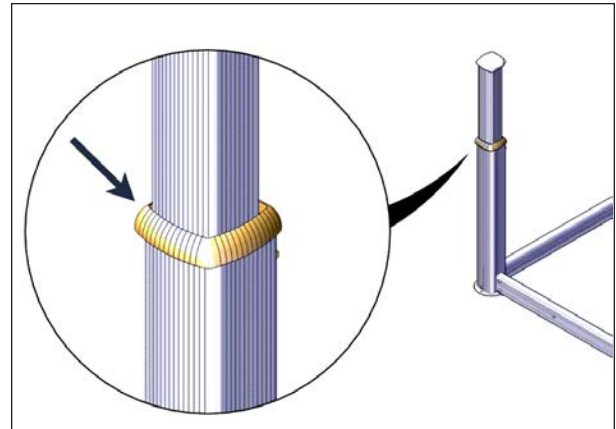

FIGURE 45: INSTALLATION DU BOURRELET D'ÉTANCHÉITÉ
22. Installer le boudin d'étanchéité sur chaque colonne télescopique et s'assurer qu'il soit complètement appuyé sur le manchon externe, voir Figure 45.